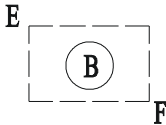

图 6-1-29
- 命令: DDATTDEF↵ // 激活 DDATTDEF 命令, 在“标记”框内输入“B”, 在“提示”框内输入“请输入零件序号:”, 在“值”框内输入“B”, 然后单击“拾取点”按钮, 返回绘图区, 起点:选择点 B, 返回“属性定义”对话框, 单击“确定”按钮完成属性定义, 如图 6-1-29 所示
指定插入基点: // 选择直线的左端点为, 如图 6-1-29 所示, 回到“写块”对话框